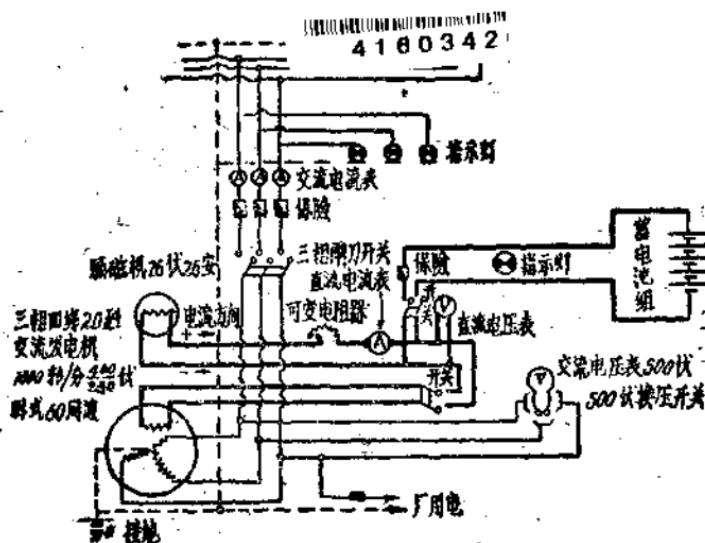

图 1 配电系統結線圖
1. 30安(安培)直流电流表一只。用以测量励磁机(即直流电机)供电池充电时的电流(亦可用作交流发电时用)。其接法如图1。
2. 40伏(伏特)直流电压表一只。用来测量供电池充电时的直流电压(亦可用作交流发电时用)。其接法如图1。
6. 作好开車前的檢查。按照电站操作規程进行开車前的檢查，拉开原交直流电路开关(如图1)，并將直流磁场变阻器調到最大值。